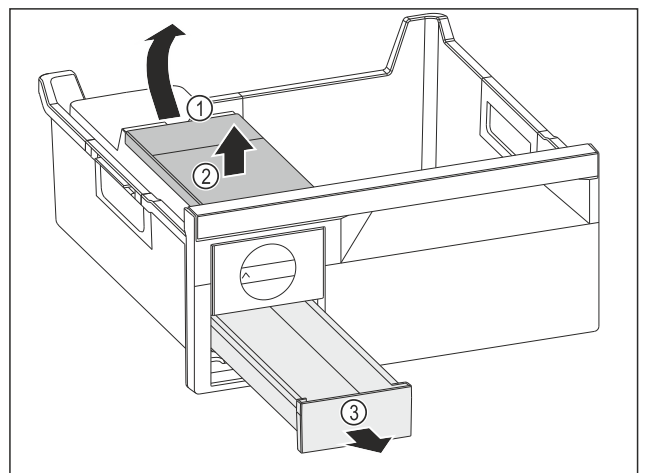

Fig. 130
- ▶ Vyjmutí nádržky na vodu: Zvedněte nádržku na vodu za vybrání Fig. 130 (1).
- ▶ Nádržku na vodu Fig. 130 (2) vyjměte nahoru.
- ▶ Zásuvku na kostky ledu Fig. 130 (3) vyjměte dopředu.